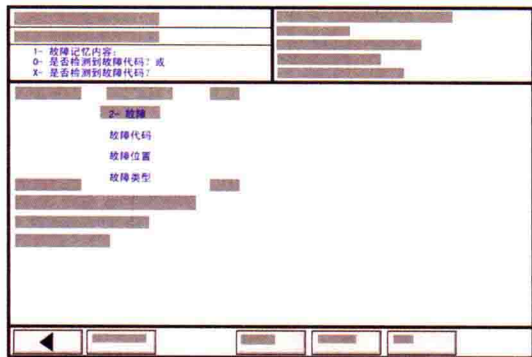

图 1-5 显示内容二
⑤ 选择检查故障码存储器键 1，按→键确认。这时，显示屏显示内容二如图 1-5 所示。